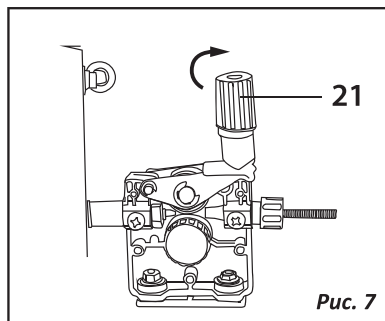

Рис. 7
7. Регулировка прижимного ролика сварочной проволоки (Рис. 7)